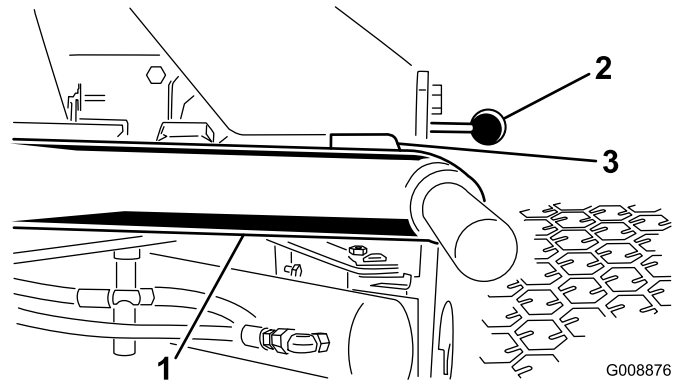

Bild 25
- Lassen Sie den Motor an, heben die Hubarme an und prüfen, ob der Abstand zwischen jedem Hubarm und dem Bügel auf der Bodenplatte zwischen 5 und 8 mm liegt (Bild 25).